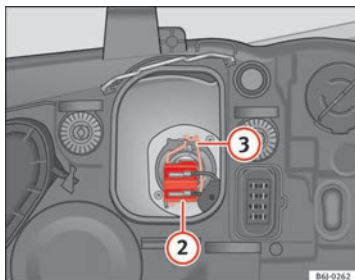

Abb. 153 Abblendlicht
- Ziehen Sie den Stecker ⇒ Abb. 153 ② von der Lampe ab.
- Nehmen Sie die Haltefeder ⇒ Abb. 153 ③ durch Eindrücken und Rechtsdrehung ab.